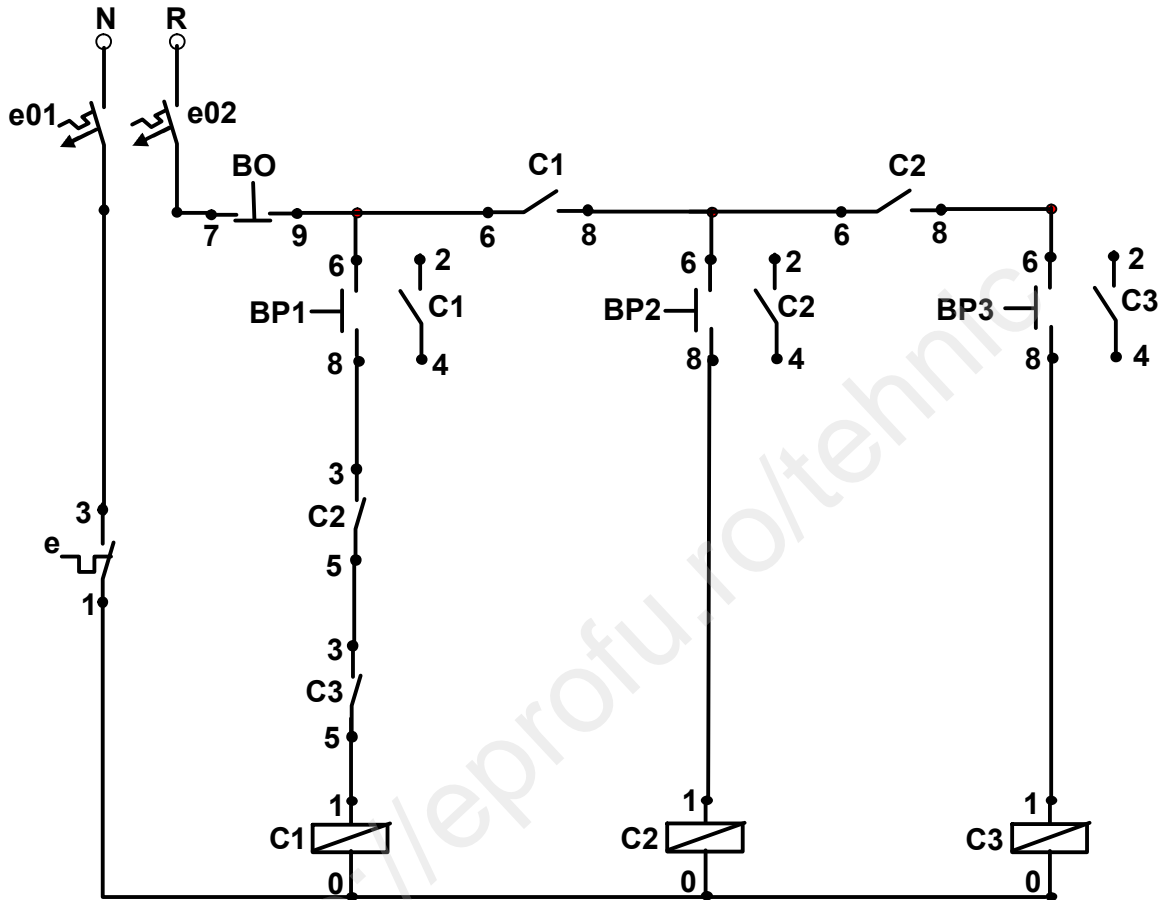

Fig.1 Schema electrică de comandă
I. Precizează denumirea și rolul elementelor schemei electrice de comandă din **fig.1**
II. Completează schema electrică din **fig.1** cu conexiunile contactelor de automenținere.
III. Identifică elementele din schema electrică de comandă, la aparatele de pe panoplia de lucru, și execută legăturile electrice conform schemei din **fig.1. – completată**